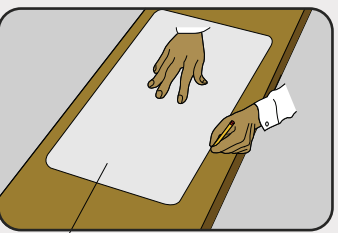
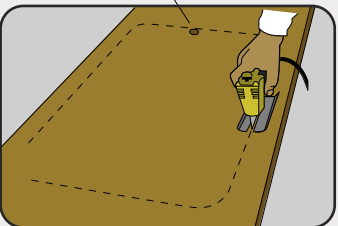

Fig. 3
Fig. 3.1
Faça a demarcação com o uso do gabarito (fig. 3). É importante que a linha de corte esteja bem marcada em toda a sua extensão. Faça um furo de Ø 10 mm, para introduzir a serra tico-tico (fig. 3.1). A medida em que o corte vai avançando, procure segurar a peça a ser destacada do tampo, a fim de evitar que as bordas sejam danificadas. Lixar suavemente as bordas de corte. Antes de iniciar a fixação da cuba, verifique a exatidão do serviço feito até este momento posicionando a cuba na abertura de encaixe. Assegure-se de que os cantos tenham um bom assentamento. Após o corte do tampo e antes de iniciar a fixação da cuba é bom limpar bem a peça e o tampo, removendo poeira, óleos e gorduras antes de avançar com a instalação, isso garante que a fixação fique perfeita.
*Trace the cutting line using the template (fig. 3). It is important that the cutting line is well stamped on its entire length. Drill a 10 mm diameter hole to introduce the jig saw blade (fig. 3.1). As the cutting process goes forward, it is important to hold the piece to be removed from the countertop in order to avoid the edges getting damaged. Gently sand the edges. Before starting the bowl installation, please check all work done up until now and place the bowl in the inset opening. Ensure that the corners have a good settlement. Before fixing the bowl, it is recommended to clean the product and the countertop to remove dust, oils and fats to guarantee the perfect installation.*
Haga las marcas usando la plantilla (fig. 3). Es importante que la línea de corte se marque bien en toda su extensión. Haga un corte con diámetro de 10 mm, para introducir la sierra caladora (fig. 3.1). A medida que avance en el corte, mantenga la pieza que se va a retirar de la mesada para no dañar los bordes. Lijar suavemente los bordes de corte. Antes de la fijación, averigüe el trabajo hecho hasta ese momento y ponga la cubeta en la apertura. Asegúrese que la mesada esté bien posicionada. Después del corte y para fijar la cubeta, recomendamos que haga una limpieza para remover polvo, óleo o grasa, garantizando una fijación perfecta.